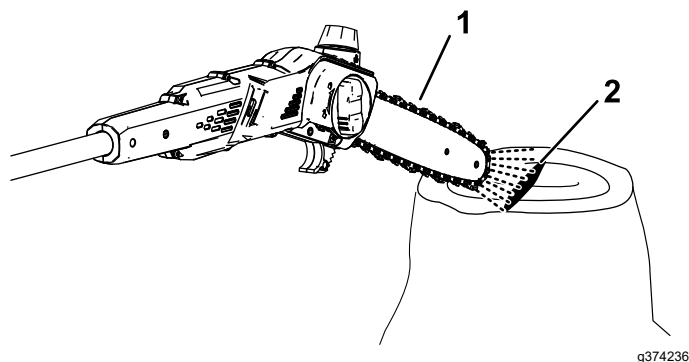

Figura 16
2. Per accertarvi che l'olio fluisca verso la catena, puntate la punta della sega a palo a pochi pollici da una superficie (per esempio, carta, cartone, un ceppo) e azionate la sega a palo; dovrete essere in grado di vedere un leggero zampillo di olio sulla superficie (**Figura 16**).